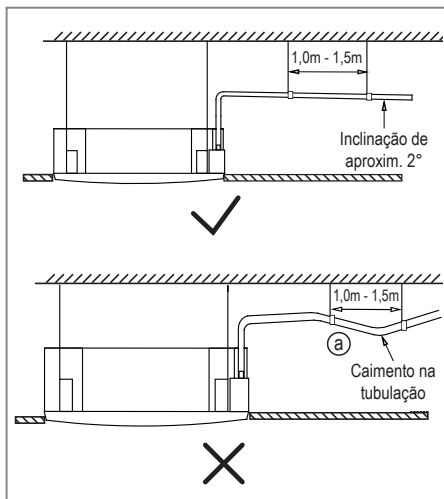

FIG. 26
- A tubulação de drenagem deve ter uma inclinação descendente de aproximadamente 2° para evitar que a água retorne à unidade (Fig. 26).
- Para evitar que a tubulação tenha caimentos (Fig. 26 - Detalhe "a") utilize fios/cabos suspensos a cada intervalo de 1,0 metros - 1,5 metros.